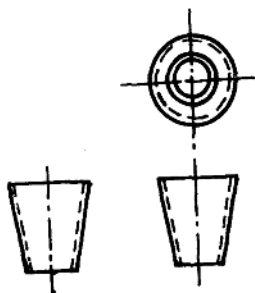

图 1-2 大小头的三视图
(2) 大小头的三视图 如图1-2所示, 主视图和俯视图是一个内外表面光滑的圆锥台, 而俯视图则是两个端面的投影为大小不同的同心圆。